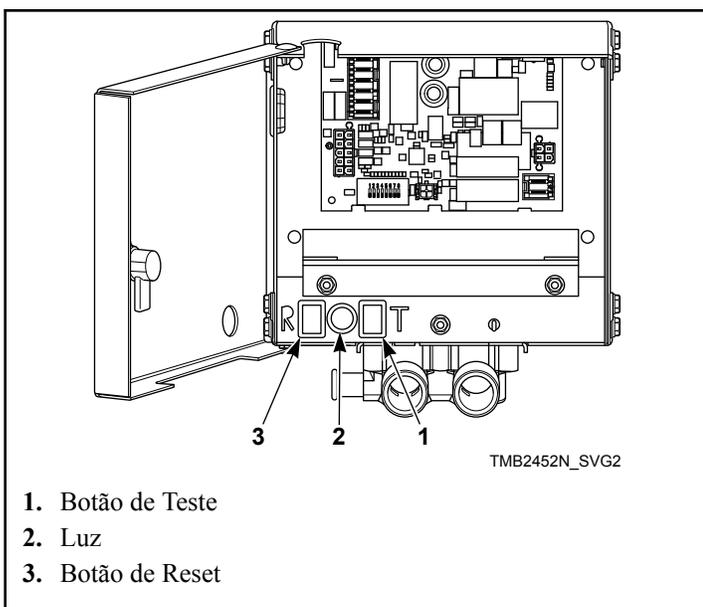
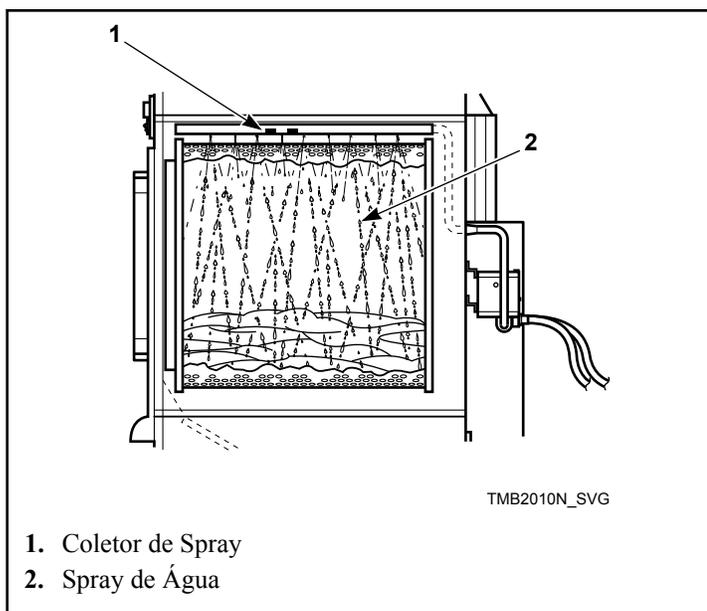

Figura 7
Figura 8
6. Aperte e segure o botão de teste, verifique se a luz está acesa; isso deve levar aproximadamente cinco segundos. Consulte *Figura 7*. Após uma pausa de um segundo, a água deve começar a ser borrifada no cilindro.
7. Após 15 segundos de spray de água, aperte e segure o botão de reset até o spray de água desligar e a luz apagar. Isso deve levar aproximadamente um segundo. Consulte a *Figura 7* e *Figura 8*.